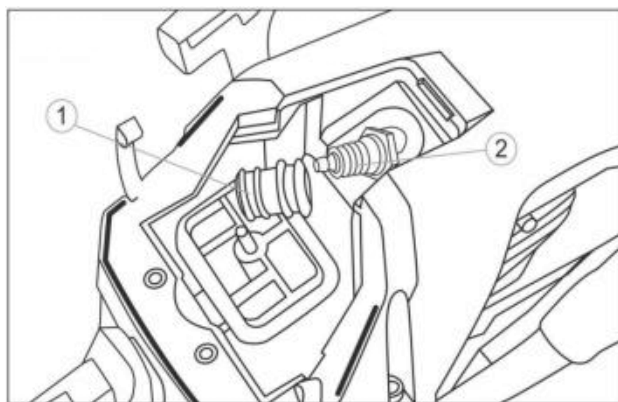

Fig. 26
3. Koppel de hoogspanningskabel los van bougie 1 (Fig. 26).